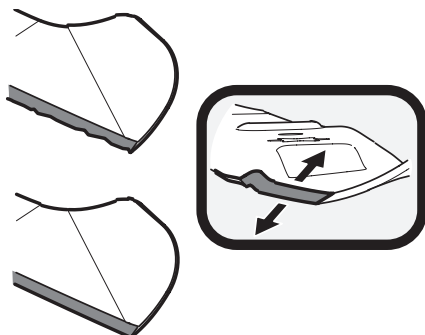

Figure 51
1. Pour aiguiser correctement les lames de coupe, aiguissez les deux tranchants des lames de façon égale, parallèlement à la voile, à un angle de 25 ° à 30 °. Aiguissez toujours chaque lame de coupe de façon égale pour assurer l'équilibre des lames. Voir Figure 51.